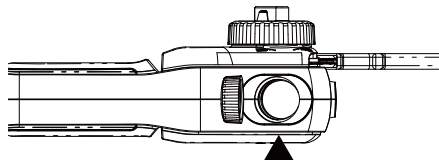

Fig. 15
3. Ajoutez de l'huile de guide-chaîne et de chaîne jusqu'à ce que le réservoir d'huile soit plein (Fig. 15)